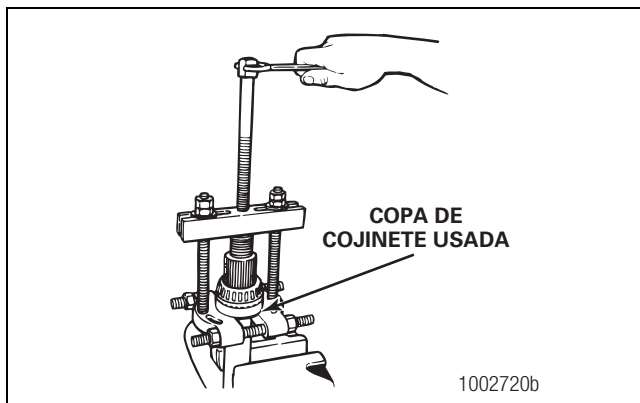

Figura 3.15
2. Instale un extractor de cojinetes en la flecha de salida. Figura 3.15. La copa de cojinete usada soporta a la flecha de salida.